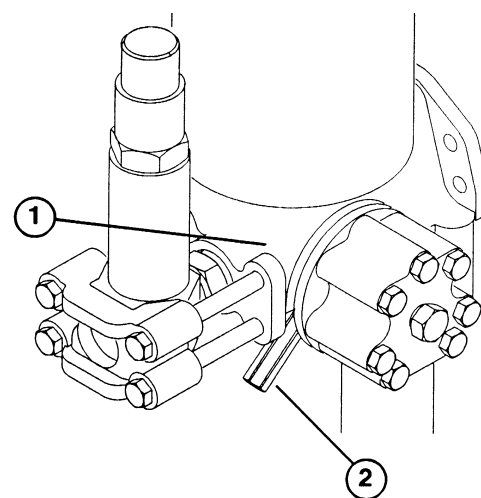

Fig. 10
6. Stik hånden ned under motorhjelmen og åbn udluftningsventilen på hovedventilen ved maskinens bageste del (Fig. 10). Udluft systemet, indtil der kommer en jævn strøm vand ud af udgangen, luk så ventilen.